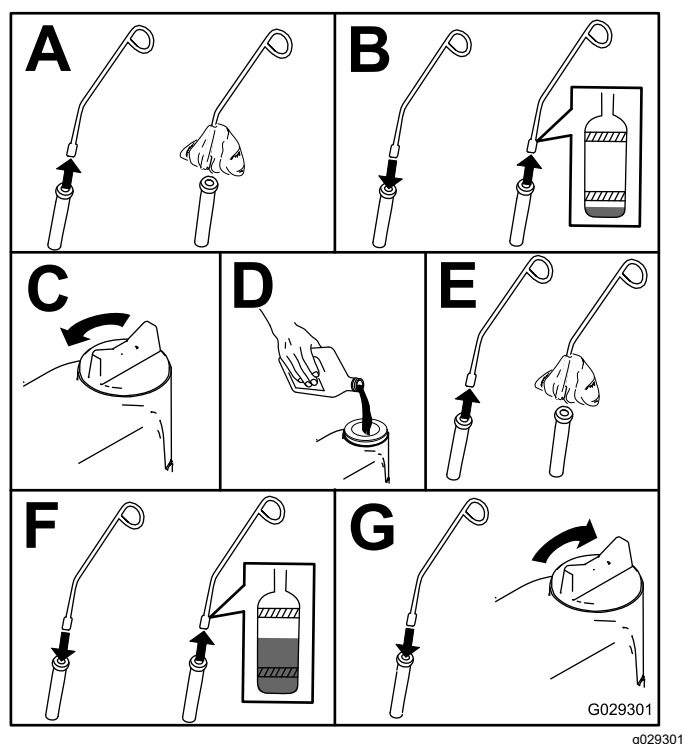

Figure 37
4. Contrôlez le niveau d'huile moteur, comme montré à la Figure 37.